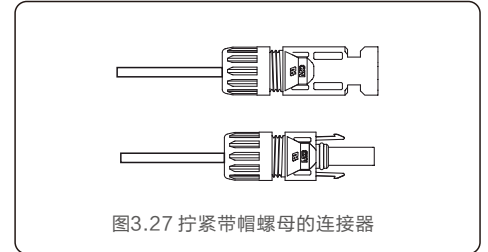

图3.27 拧紧带帽螺母的连接器
4. 将金属连接器插入连接器顶部, 并以3-4 Nm的扭矩拧紧螺母 (如图3.27所示)。